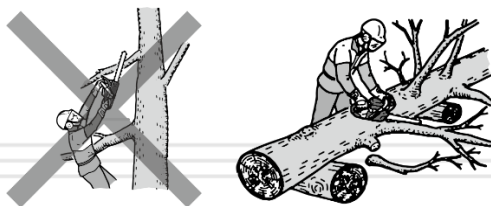

Рисунок 15. Схема обрізка гілок
5.3.5. Обрізка гілок і сучків (див. рис. 15, 16, 17)